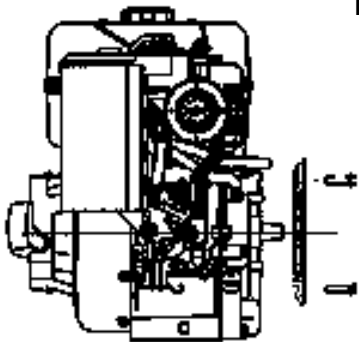

Fig. 1
-) Montar la brida sobre el motor sujetándola con sus tornillos M8 y aplicando un par de torque de $21 \pm 7\%$ Nm (fig. 1).